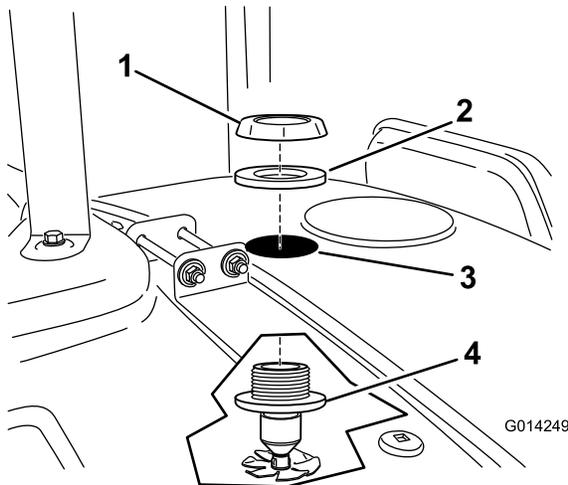

図 17
7. 先ほどあけた穴の下から上へ、ノズル・アセンブリを通す (図 17)。
8. タンク上部のバルクヘッドのねじ山に、ガスケットと、プラスチック製フランジ・ナットを取り付ける (図 17)。タンク表面とプラスチック製ナットの間が完全にシールされていることを確認する。